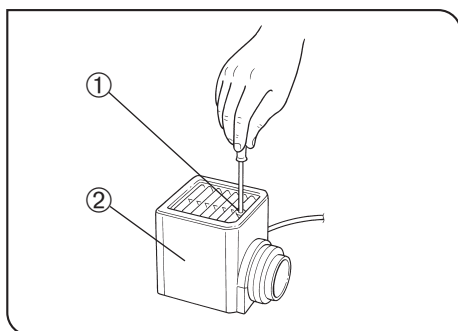

Рис. 49
3 Установка галогенной лампы (Рис. 49–51)
5. Установите крышку корпуса лампы сверху на основание корпуса. Затяните зажимной винт ①, прижав крышку вниз. (Рис. 49)